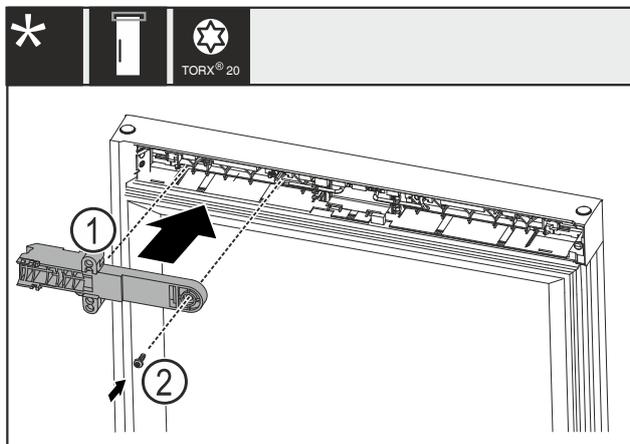

Fig. 22
- ▶ Ruotare il componente di tenuta della serratura Fig. 22 (1) di 180° e montarlo sul lato opposto.
- ▶ Fissare il componente di tenuta della serratura Fig. 22 (1) con una vite Fig. 22 (2).